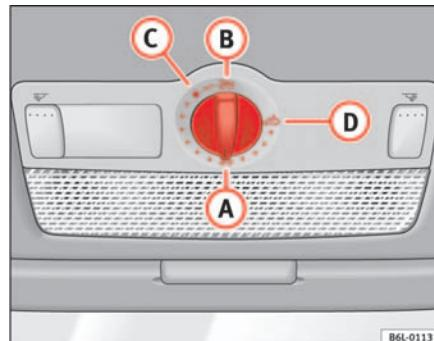

Fig. 53 Detalle del revestimiento interior del techo: mando giratorio del techo corredizo / deflector
- Gire el mando a la posición **(A)** ⇒ fig. 53 ⇒ !.